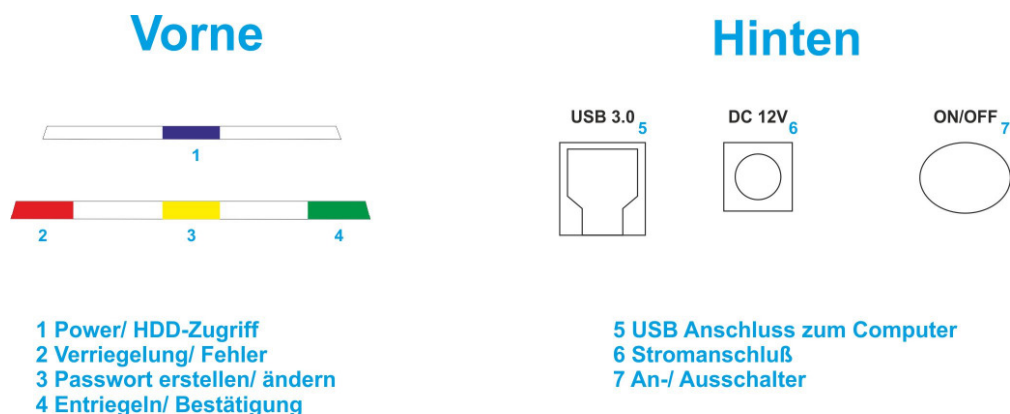

Abb.1
2. Conectați stația de andocare la un port USB de pe computer utilizând cablul USB 3.0 furnizat (Fig. 1 - 5)
Conectați sursa de alimentare la rețea (Fig. 1 - 6)
2. Opriti stația de andocare apăsând comutatorul de pornire / oprire (Fig. 1 - 7)